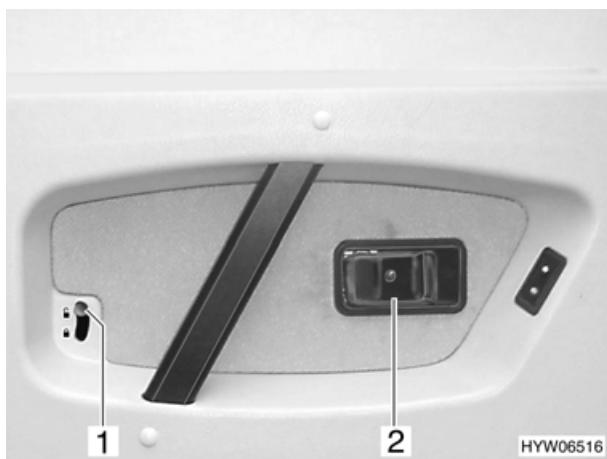

Fig. 24 Serratura della porta guidatore, lato interno
- Tirare la maniglia (Fig. 24,2). La serratura della porta si sblocca.
- Spingere il bottone di sicurezza (Fig. 24,1) in basso.